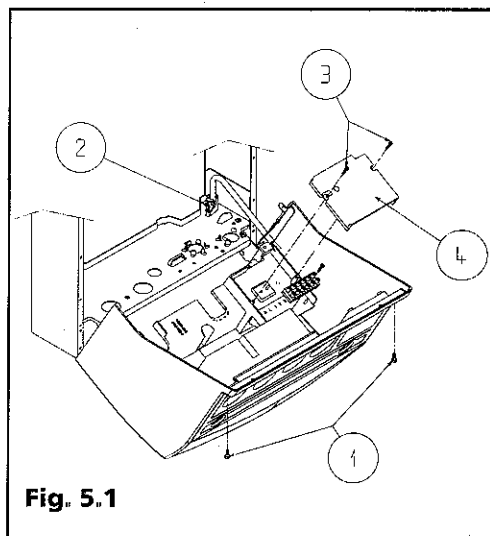

Fig. 5.1
5.2 Allacciamento elettrico della caldaia (Fig. 5.1 - 5.2)